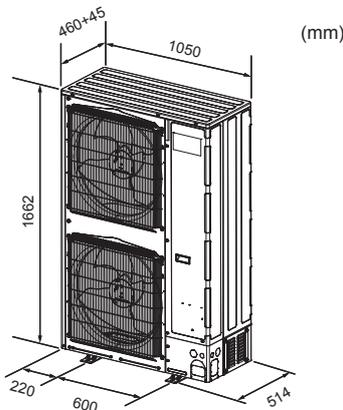

Fig. 2-1
2.2. Dimensioni (Sezione esterna) (Fig. 2-1)